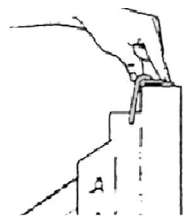

Fig. 10
Le crochet de retenue (fig. 10) fixe les sections télescopiques à l'intérieur du cadre pour le transport et le rangement.
9. Relevez le crochet de retenue (fig. 10) puis tournez légèrement les sections télescopiques vers le haut jusqu'à ce qu'elles soient retenues par le crochet.